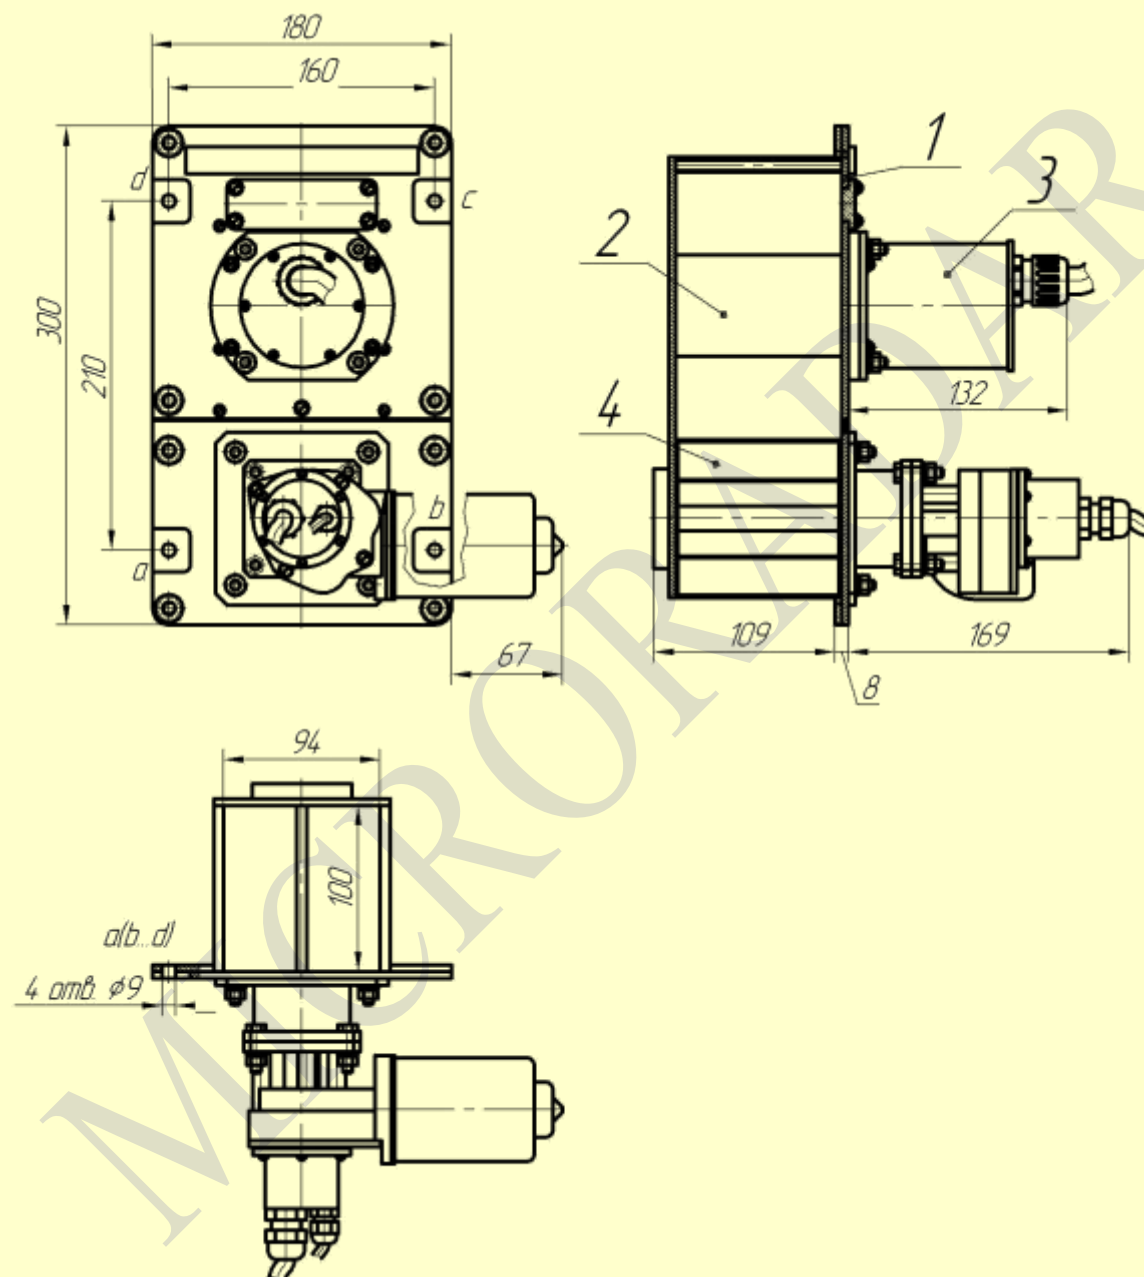

Рис. 4.1. Блок сенсоров
3.2.1. Габаритные и присоединительные размеры блока сенсоров показаны на Рис. 4.1. Место, в котором монтируется блок сенсоров, должно удовлетворять следующим требованиям:
Общий вид, габаритные и присоединительные размеры блока сенсоров показаны на Рис. 4.1 (соединительные кабели условно не показаны).